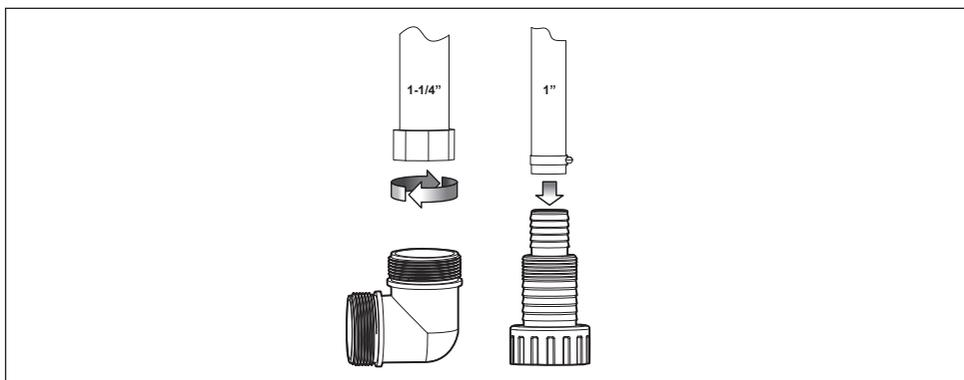

Figura 1 - Esquema do diâmetro de recalque
- Diâmetro de recalque: 1 1/4" ou 1" utilizando o adaptador para mangueira, fornecido junto com a motobomba, conforme figura 1.